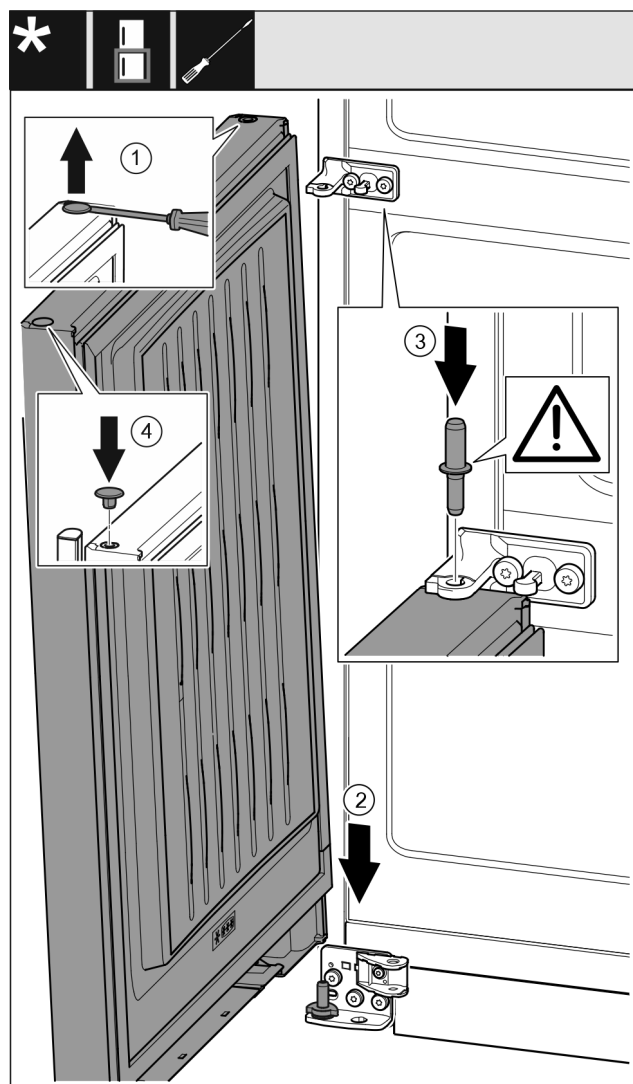

Fig. 39
- Zátku opatrně nadzvedněte plochým šroubovákem a vytáhněte. Fig. 39 (1)
- Dveře nasad'te shora na dolní ložiskový čep. Fig. 39 (2)
- Prostřední ložiskový čep vložte do dolních dveří přes prostřední stojan ložiska. Přitom dávejte pozor, aby zajišťovací vačka směřovala dozadu. Fig. 39 (3)
- Zátku opět vložte na druhé straně dveří. Fig. 39 (4)